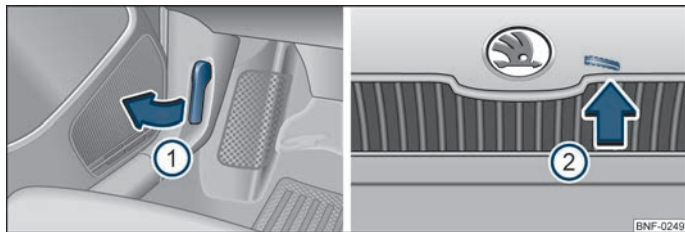

Bild 90 Låsa upp motorhuven
- Dra i låshandtaget under instrumentbrädan på vänster sida ① ⇒ bild 90.
- Tryck låsspaken i pilens riktning ② ⇒ bild 90, varvid motorhuven låses upp.